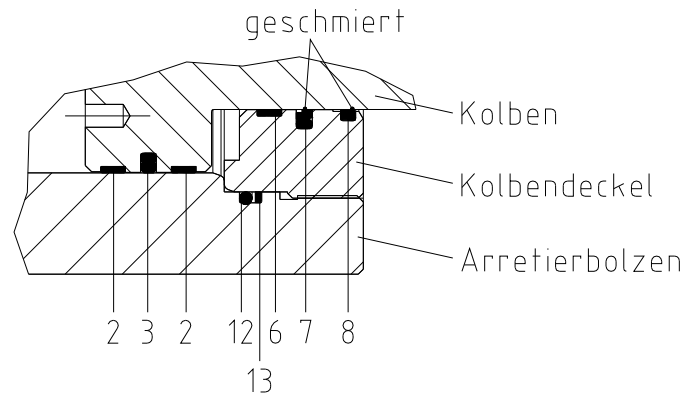

Bild 16
Die Stangendichtung (Bauteil 7) und der Abstreifer (Bauteil 8) müssen in korrekter Richtung eingebaut werden. Hierzu müssen die Dichtlippen vom Druckraum weg zeigen (siehe Bild 16).
- Schmieren Sie die Stangendichtung und den Abstreifer mit Molykote MoS₂ ein (siehe Bild 16).